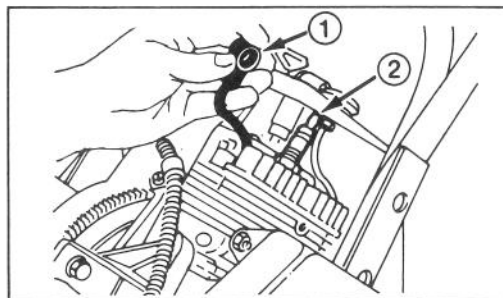

Fig. 12
2. **TA BORT TÄNDSTIFT** (Fig. 12) – Lossa tändstiftskabeln och skruva ur tändstiftet. Undersök stiftet och byt ut det om det är sprucket, sotigt eller smutsigt. **SANDBLÄSTRA INTE ELLER SKRAPA ELLER RENGÖR STIFTET DÄRFÖR ATT SMUTS KAN DÅ FALLA I CYLINDERN OCH ORSAKA SKADA TILL MOTORN.**